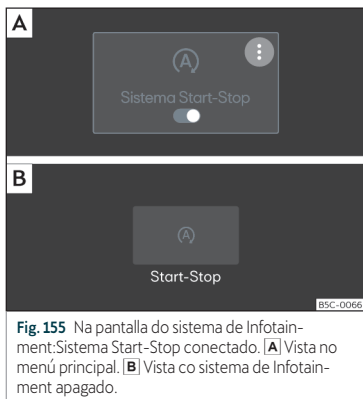

Fig. 155 Na pantalla do sistema de Infotainment: Sistema Start-Stop conectado. [A] Vista no menú principal. [B] Vista co sistema de Infotainment apagado.
Cando o símbolo (A) aparece en laranxa >> **fig. 155** o sistema está activado e fará a parada e arranque. Cando o símbolo (A) apa-